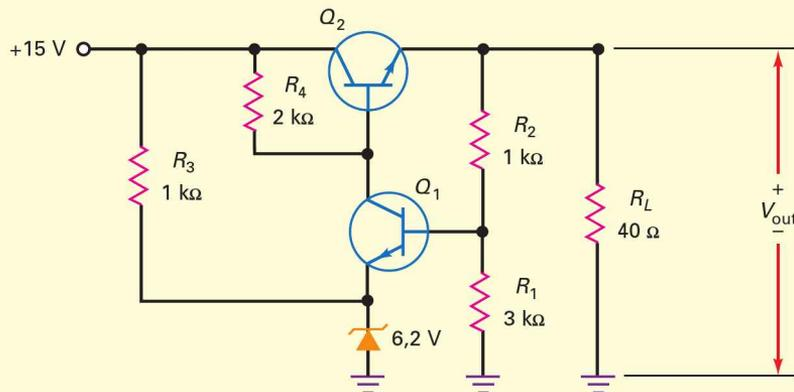

Figure 22.14
Calculez, sur la figure 22.14, la valeur approximative de la tension de sortie. Quelle est la puissance dissipée par le transistor ballast ?
22.7 Avez-vous compris ? Reprendre la figure 22.14, passer la tension d'entrée à + 12 V et V_Z à 5,6 V pour calculer ensuite V_{out} et P_D .